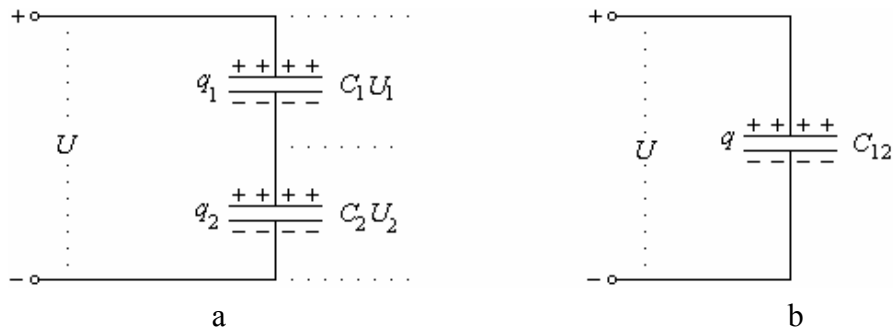

Fig. 1. Legarea condensatoarelor în serie
a) *Gruparea în serie.* Se consideră două condensatoare de capacitate  $C_1$  și  $C_2$  legate în serie, adică polul pozitiv al primului condensator este legat la polul negativ al următorului condensator. Condensatoarele sunt menținute la diferența de potențial  $U$  (fig. 1).